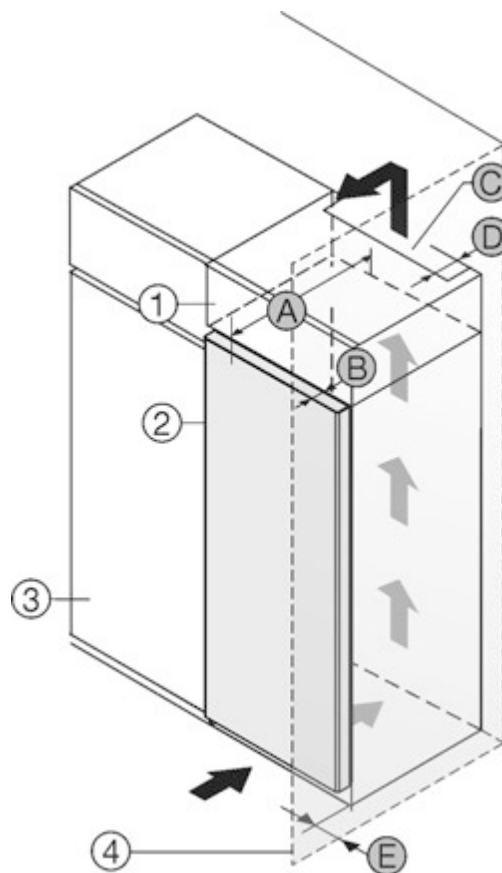

Fig. 1
Ви можете встановити пристрій безпосередньо поряд із кухонною шафою Fig. 1 (3)*.
Зі зворотного боку шафи для встановлення на пристрої слід передбачити вентиляційну шафу завглибшки Fig. 1 (D) на всю ширину цієї шафи.*
Слід дотримуватися вентиляційного отвору Fig. 1 (C) в стелі приміщення.*
Якщо пристрій із шарнірами встановлюється поряд зі стіною Fig. 1 (4), відстань між пристроєм і стіною повинна бути не менше 13 мм.*
Якщо пристрій із шарнірами встановлюється поряд зі стіною Fig. 1 (4), відстань між пристроєм і стіною повинна бути не менше 20 мм.*
Щоб мати можливість повністю відкривати дверцята, потрібно, щоб пристрій виступав на відстань глибини дверцят Fig. 1 (B) відносно передньої панелі кухонної шафи. Залежно від глибини кухонних шаф Fig. 1 (3) та використання пристінних розпірок пристрій може ще більше виступати вперед.*